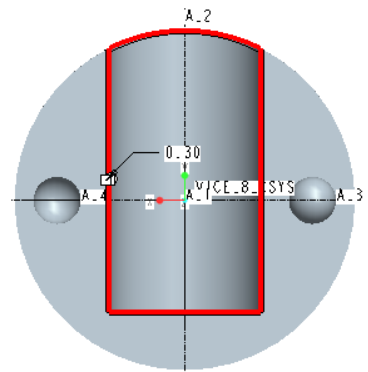
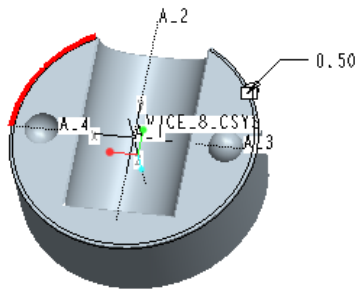

図 6-30 0.3mm の面取り
図 6-32 0.5mm の丸み付け
- 「面取りツール」 および「ラウンドエッジツール」 を用い、図 6-30~図 6-32 の太線で示す各部のエッジを選択して面取りを行う。